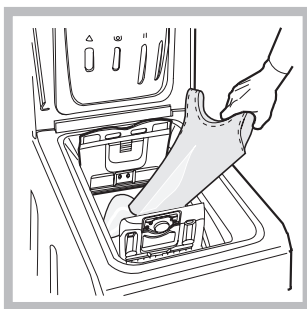

Abb. 3
C) Einfüllen der Wäsche (Abb. 3)